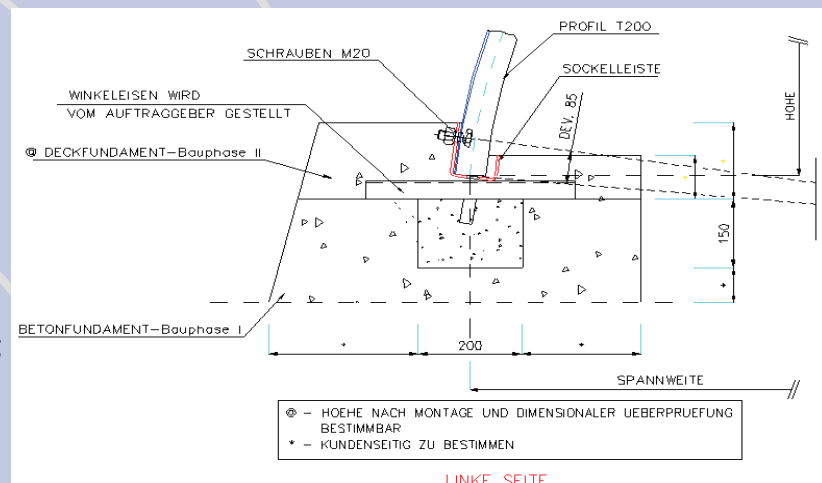
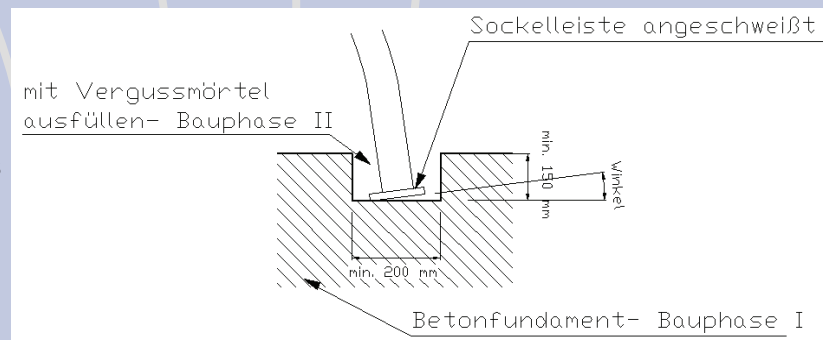

Abb. 8: Streifenfundament
Abb. 9: Streifenfundament mit angeschweißter Sockelleiste
- mit verschraubbarer Sockelleiste und Winkeleisen- keine Ausrichtung der Neigung in der Betonierphase. (Abb. 8)
- mit angeschweißter Sockelleiste ohne Winkeleisen- Ausrichtung der Abstützneigung in Bauphase I (Abb. 9)
Vorbereitung des Streifenfundamentes gemäß Abb. 8 bzw. Abb. 9 und statischer Dimensionierung. Die Streifenfundamente müssen dabei zur Aufnahme der Sockelleisten mit einer Aussparung versehen werden (Bauphase I)